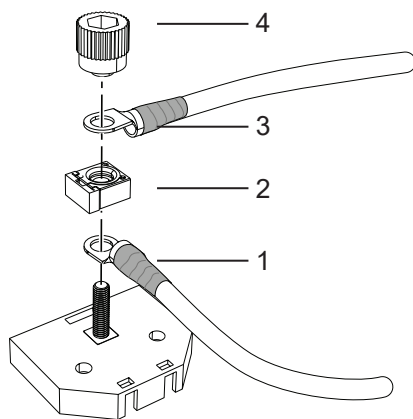
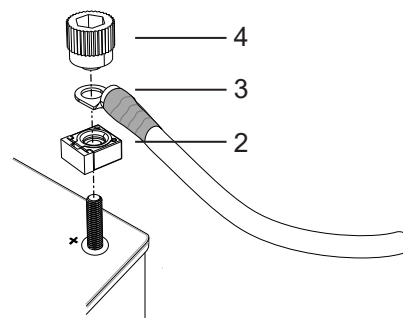

Abb. 60. Anschließen an den Sicherungskasten
Abb. 61. Anschließen an den Pluspol der Batterie
2. Stellen Sie ggf. sicher, dass sich der Kabinenschalter (CS) in der Position AUS befindet.
3. Schließen Sie bei Verwenden eines Sicherungskastens das Kabel (1) an den Pluspol der Batterie sowie an den Sicherungskasten an. Positionieren Sie dann die Sicherung (2) darüber, siehe Abb. 60.
4. Positionieren Sie bei direktem Anschließen an den Pluspol der Batterie die Sicherung (2) auf dem Pluspol, siehe Abb. 61.
5. Schließen Sie das Hauptstromkabel (3) an den Sicherungskasten bzw. den Pluspol an, siehe Abb. 60 – Abb. 61.
6. Schrauben Sie die Kabelanschlüsse und die Sicherung mit dem Drehknauf (4) fest an. Die Kabel werden in einem Winkel von 90° bzw. 180° voneinander montiert. Die Sicherung wird im rechten Winkel zu den Kabeln angebracht, siehe Abb. 60 – Abb. 61.